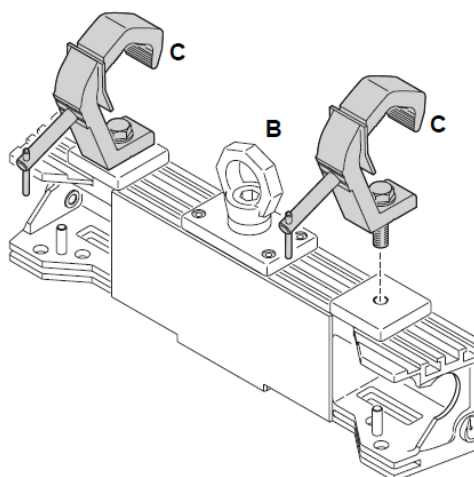

Рисунок 5: Монтажные зажимы
Для подвеса отдельного ряда экранов шириной в один экран на ферму, см. Рисунок 5:
1. См. рисунок 5. Взять монтажные зажимы **С**, одобренные для оборудования соответствующего веса. Надежно закрепить два зажима к каждому контактному блоку с помощью крепежных компонентов M12, способных выдержать вес устройств, для крепления которых они предназначены.